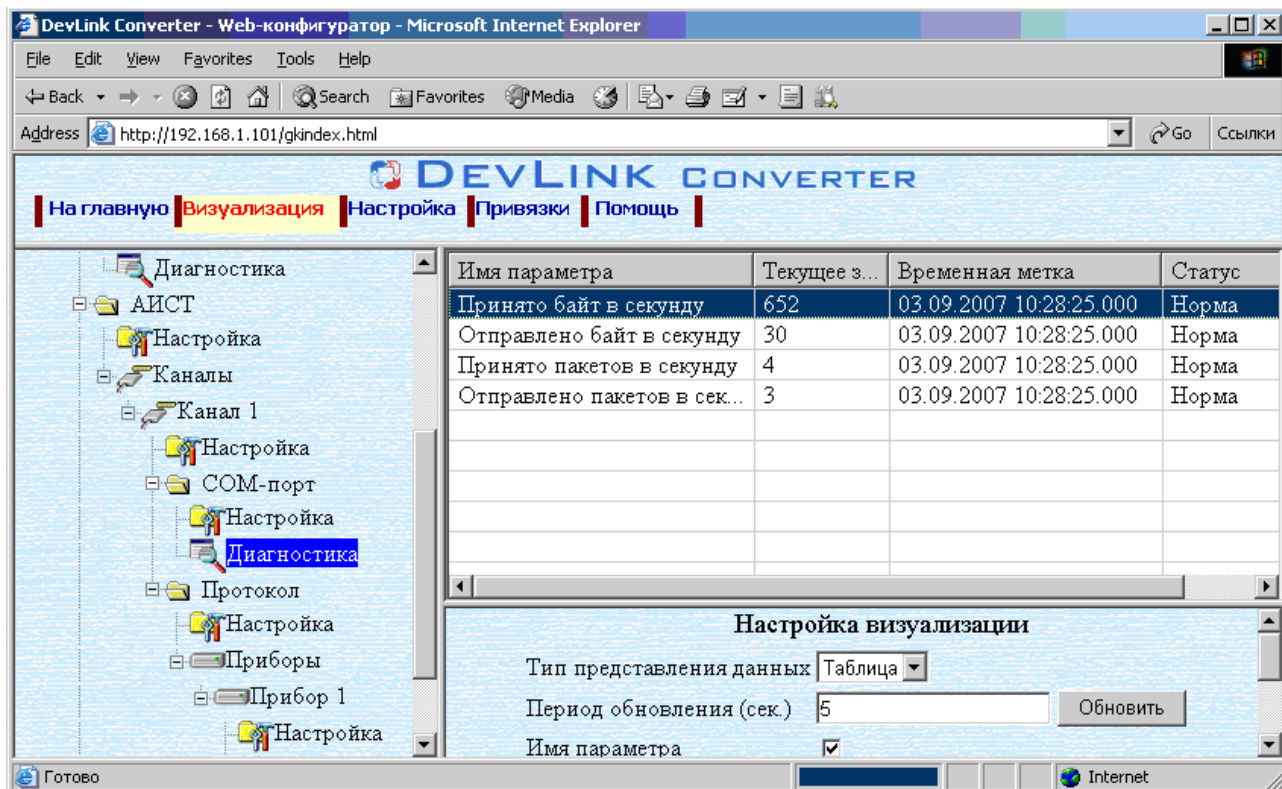

Рисунок 4.2 – Диагностическая информация модуля COM-порта драйвера
- Выберите в дереве объектов папку *«Диагностика»* прибора (рисунки 4.1) или *«Диагностика»* СОМ-порта (рисунок 4.2).